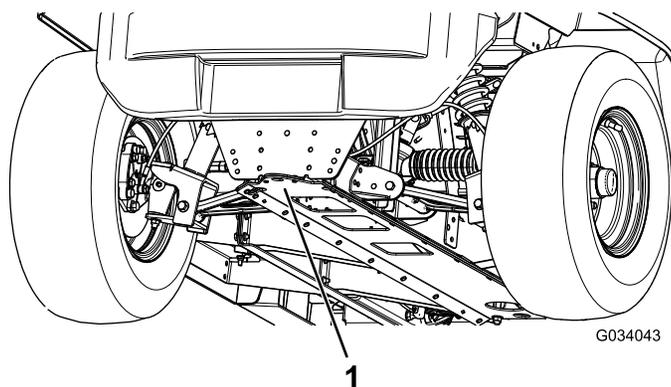

図 23
- 車両前部のジャッキアップポイントは、牽引トングの後ろのフレーム前部です 図 23。